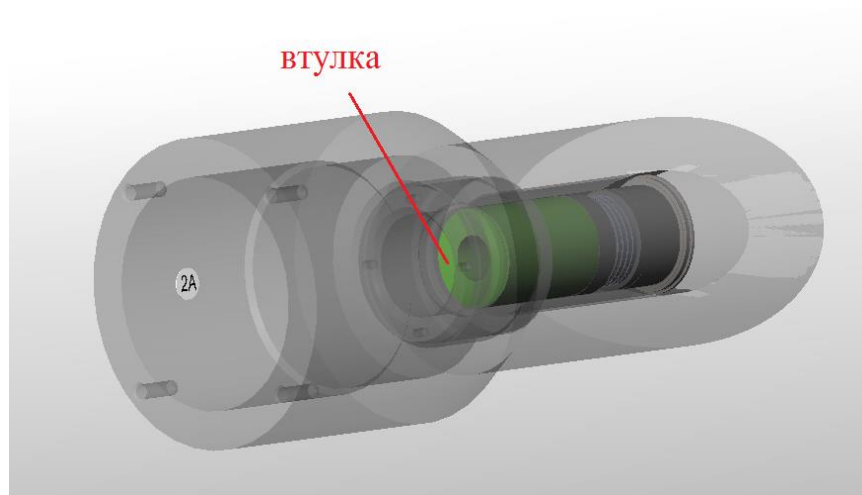

Рисунок 44 – штулка
4.2.2.11 При помощи пинцета (на разжим) изъять втулку, указанную на рисунке Рисунок 44.